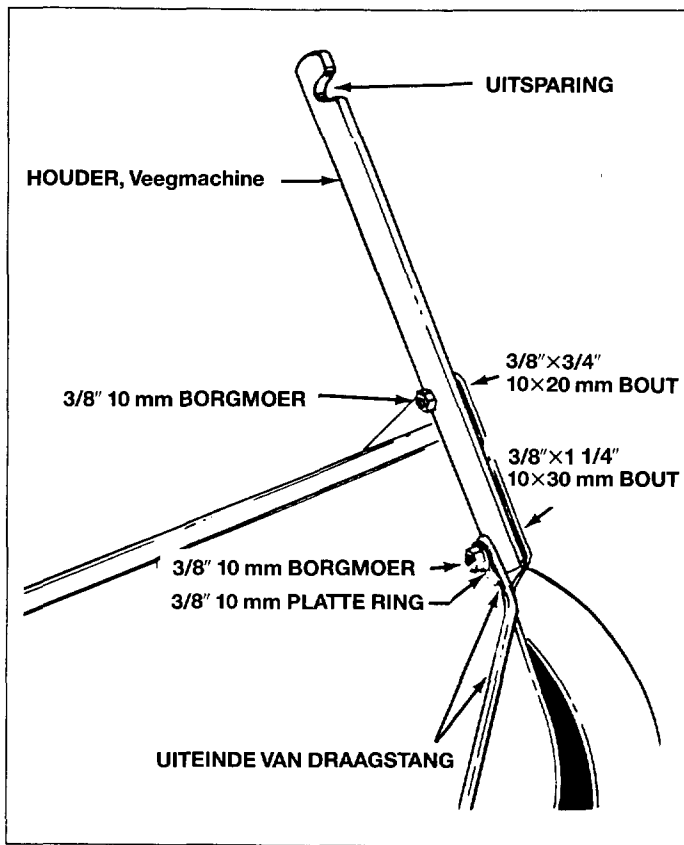

Fig. 8
7. Monteer de twee houders van de veegmachine en de bovenste uiteinden van de draagstangen. Zie fig. 8. Breng de bovenste opening in de houder tegen de veegmachine aan en zet vast met twee zeskante bouten 10x20 mm (3/8" x 3/4") en borgmoeren 10 mm (3/8"). De houder dient, met de uitsparing naar boven gericht, aan de binnenzijde van de veegmachine gemonteerd te worden. Zie fig. 8. Monteer de draagstang onder de trekstang en de grote ring in de achterste opening van de trekbevestiging. Monteer vervolgens het andere uiteinde van de draagstang in de onderste opening van de houder en de veegmachine met twee bouten 10x30 mm (3/8" x 1"), platte ringen 10 mm (3/8") en borgmoeren 10 mm (3/8").